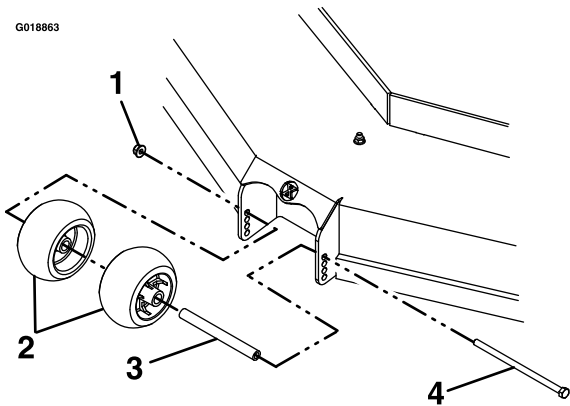

Figure 30
- Serrez l'écrou Nyloc ($\frac{3}{8}$ po) à un couple de 41 à 47 N·m (30 à 35 pi-lb), comme montré à la Figure 30.